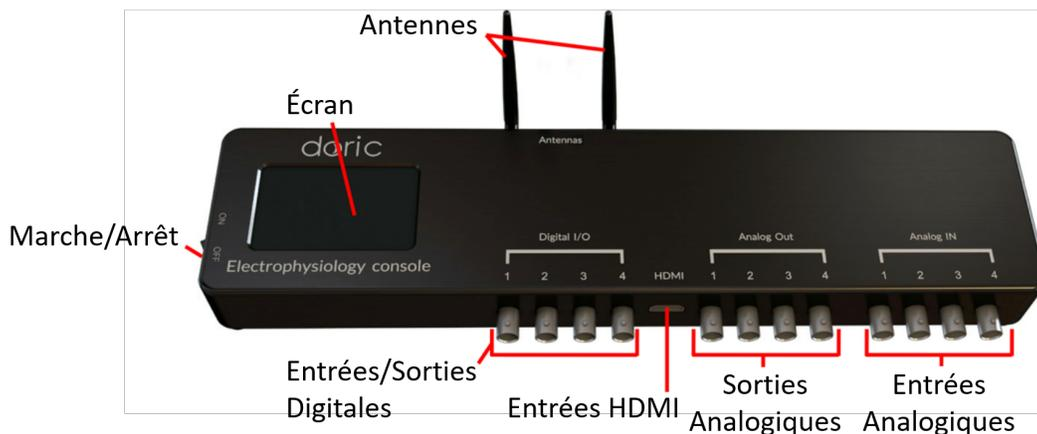

Figure 1.4 – Console d'électrophysiologie, vue avant
La Console d'électrophysiologie (Fig. 1.4) permet le contrôle des différents éléments, ainsi que la réception et la transmission des informations de l'ordinateur de contrôle.
- Le bouton **ON/OFF** (Fig. 1.4) allume et éteint la console.
- L'**Écran LCD** (Fig. 1.4) affiche l'état des canaux du système.
- Les ports **DIGITAL I/O** (Fig. 1.4) envoient et reçoivent des signaux TTL 0-5 V.
- Le port **HDMI** (Fig. 1.4) acquiert des signaux numériques et des communications numériques via un connecteur personnalisé HDMI.
- Les ports **Analog-Out** (Fig. 1.4) envoient un signal variable de  $\pm 4.75$  V.
- Les ports **Analog-In** (Fig. 1.4) acquièrent des signaux analogiques provenant de diverses entrées.
- Les deux **Antennes** (Fig. 1.4) sont connectées aux ports **SMA** (Fig. 1.5) et permettent la connexion sans fil aux Module d'enregistrement.